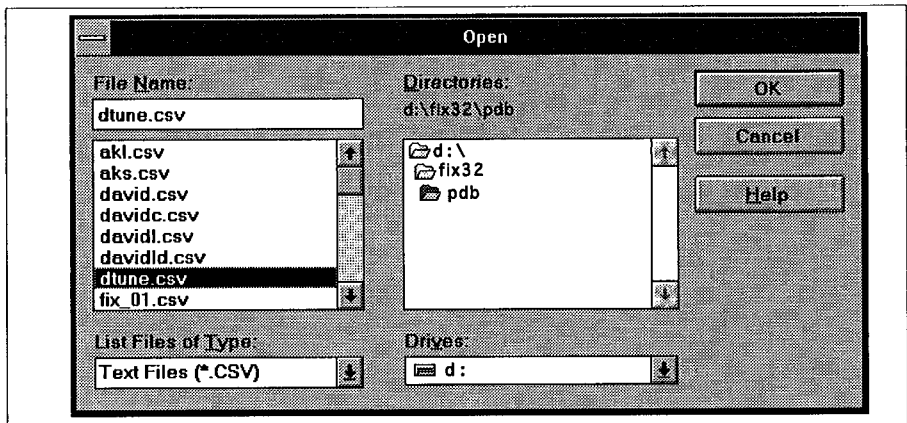

Figure 3-14 Ouverture d'un fichier .CSV dans la table d'enregistrements d'interrogation
- 3 Sélectionnez un des fichiers .CSV à transférer dans la table vide, en cliquant sur *File* sur la barre de menus, puis sur *Open*. La figure 3-14 montre un exemple de boîte de dialogue.